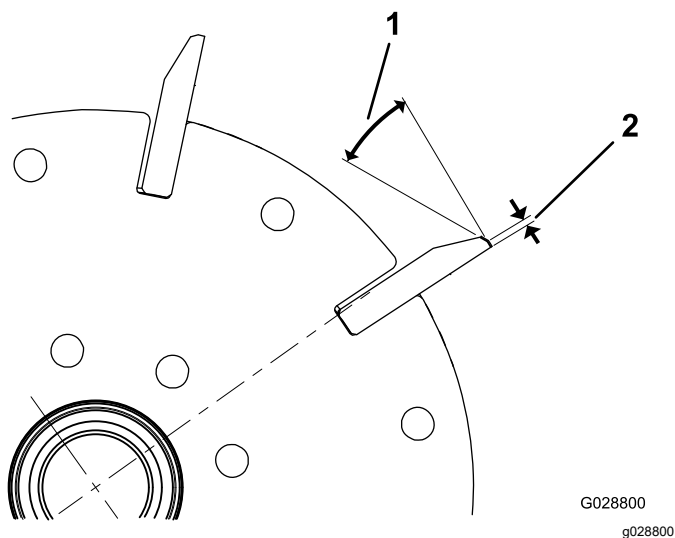

Figura 25
1. Utilizai un unghi de rectificare de 30 de grade pentru toate lamele cilindrului, până când lăimea la sol atinge 1,3 mm (Figura 25).